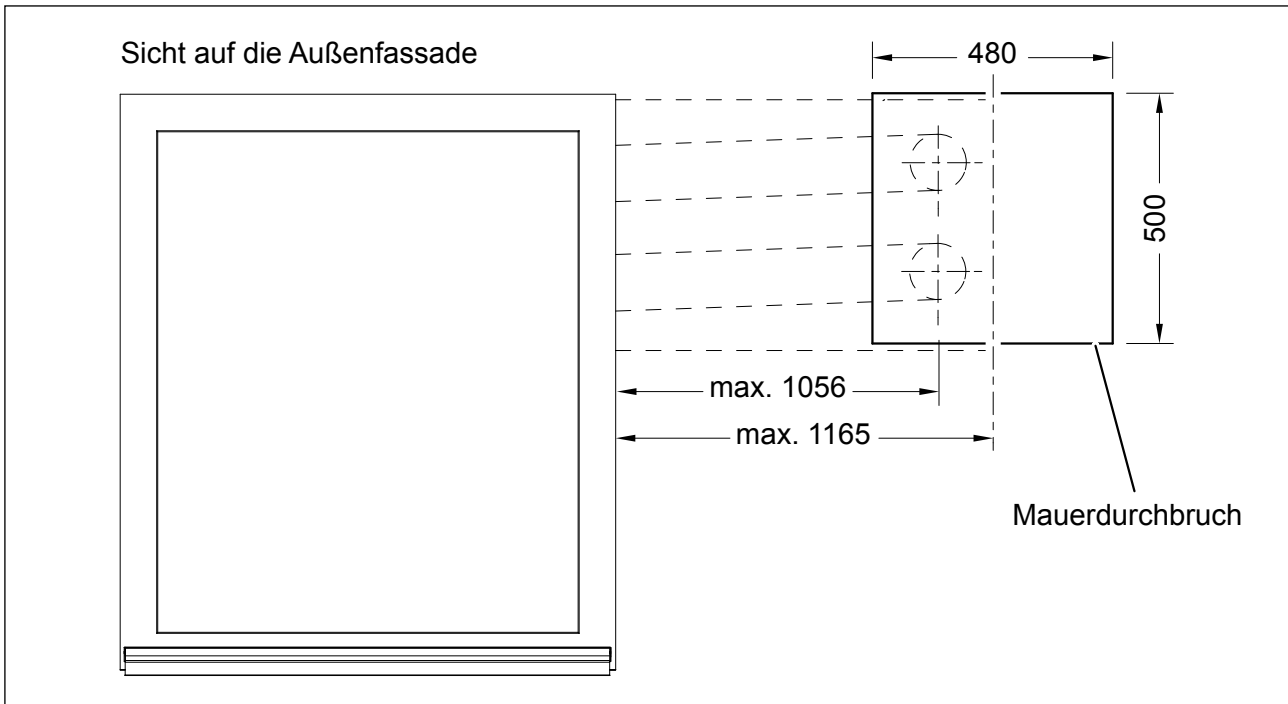
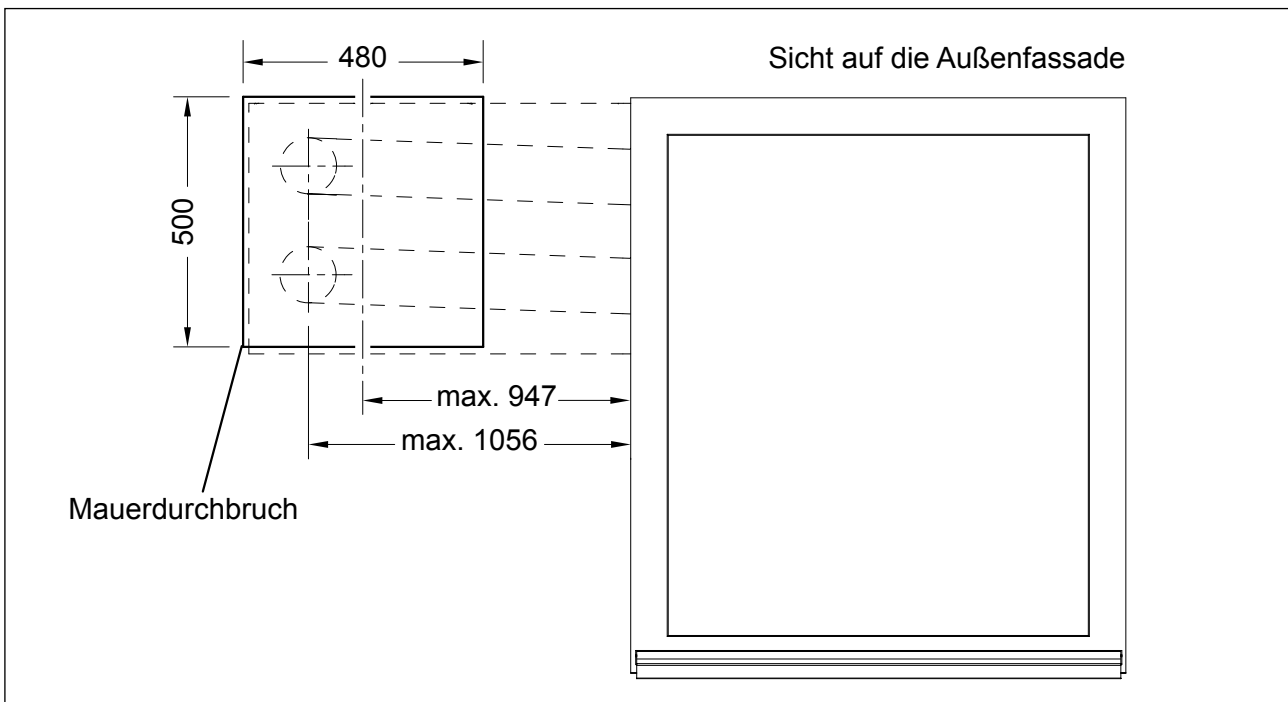
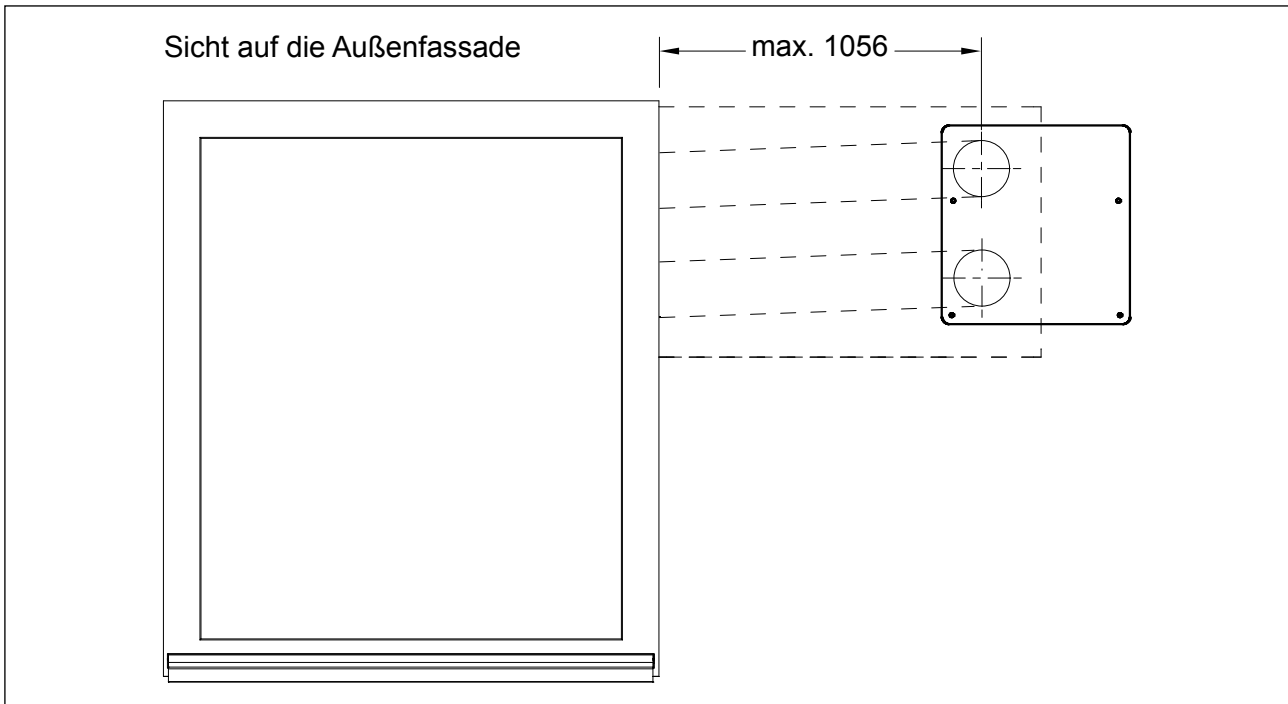
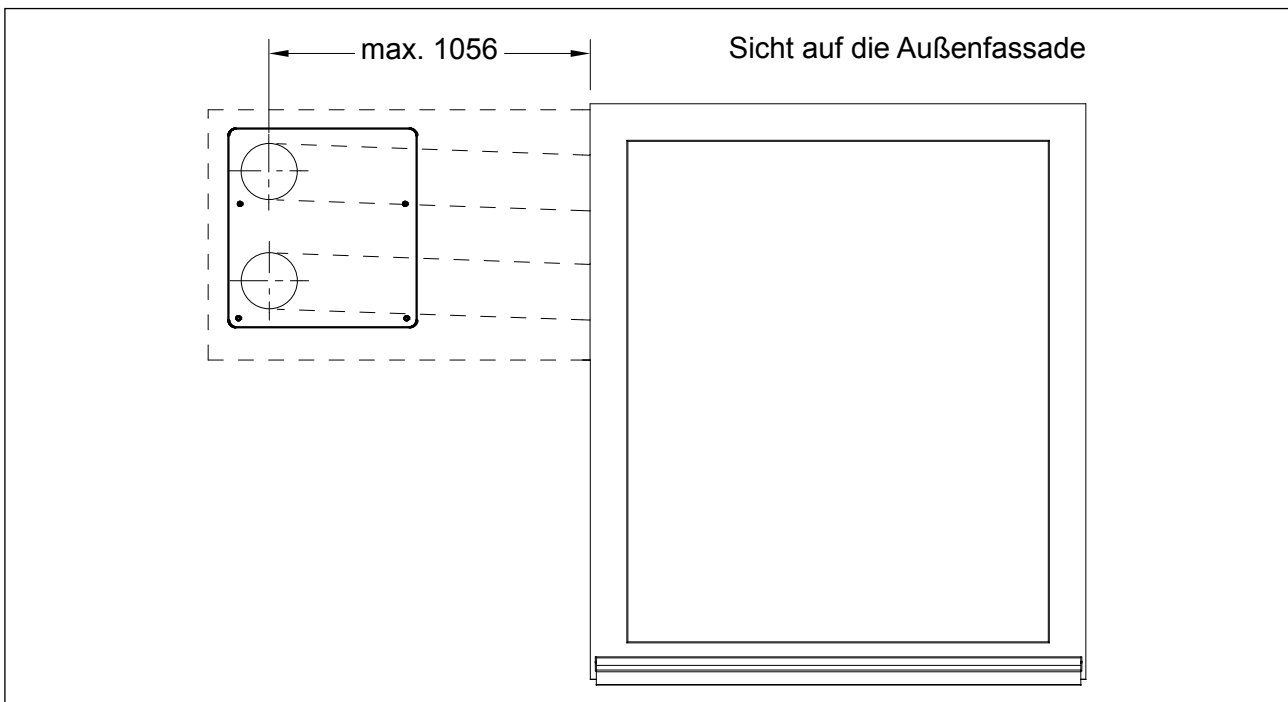

Abb. 8: Lüftungsgerät in Unterputzmontage rechts vom Fenster – Maße in Millimeter
Abb. 9: Lüftungsgerät in Unterputzmontage links vom Fenster – Maße in Millimeter
Abb. 10: Lüftungsgerät in Aufputzmontage rechts vom Fenster – Maße in Millimeter
Abb. 11: Lüftungsgerät in Aufputzmontage links vom Fenster – Maße in Millimeter
- Die maximalen Abstände zwischen Kernlochbohrungen bzw. Mauerdurchbruch und der Fensterlaibung sind in Abb. 8, Abb. 9, Abb. 10 und Abb. 11 ab Seite 16 angegeben.
- Das Montageset Fensterlaibung muss in der Höhe so positioniert werden, dass die Flachkanäle für Außenluft und Fortluft in der Fensterlaibung enden und ausreichend Platz zur Montage des Fassadenabschlusses in der Fensterlaibung zur Verfügung steht (siehe Abb. 8, Abb. 9, Abb. 10 und Abb. 11 ab Seite 16).